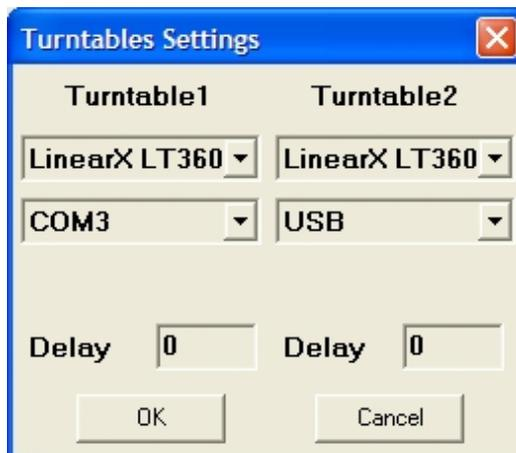

图4-12
2) Outline ET250-3D通过以太网接口与电脑连接通信，所以要想正确驱动必须正确的设置转台的 IP 和 TCP/IP 端口，如图4-12，具体的设置参照ET250-3D 操作手册。
如图4-12，具体的设置参照 **LinearX LT360**操作手册。